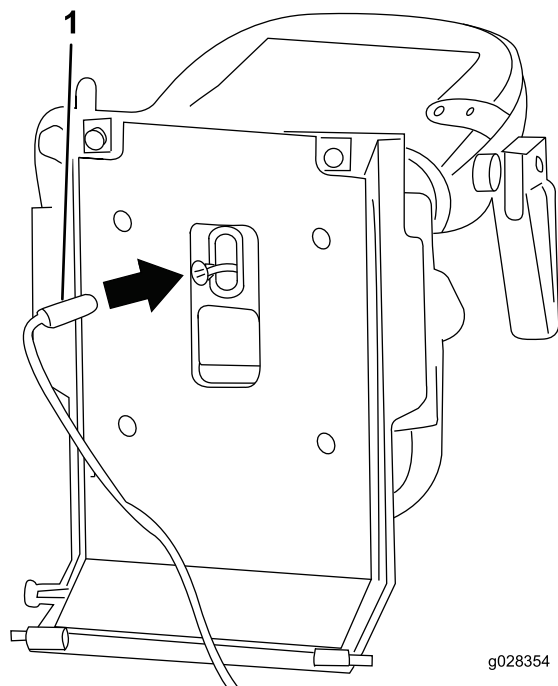

Figura 5
- Desenchufe el arnés de cables del interruptor del asiento de la base del asiento (Figura 5).